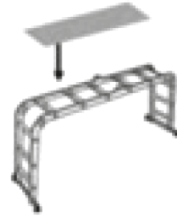

Fig. 6 – Sobre suelo
- Para uso en formato andamio, instale uno sobre suelo sobre la escalera (fig. 6).